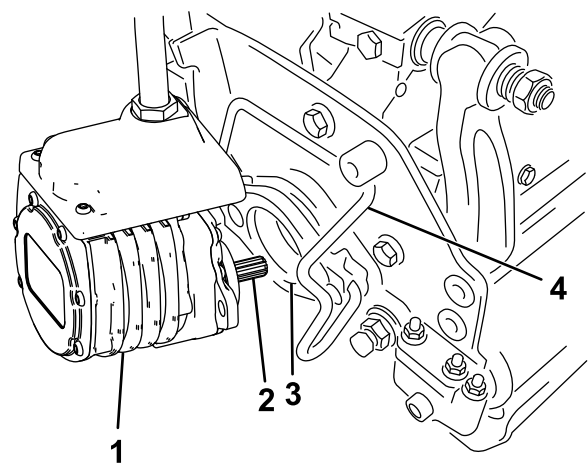

Bild 53
6. Schmieren Sie die Keilwelle des Schneideinheitmotors mit sauberem Fett ein (**Bild 53**).
7. Setzen Sie den Motor in die linke Seite der Schneideinheit (aus Sicht der Bedienerstellung) und ziehen die Motorbefestigungsstange an der Schneideinheit zum Motor, bis Sie einen deutlichen Klick von beiden Seiten des Motors hören (**Bild 53**).